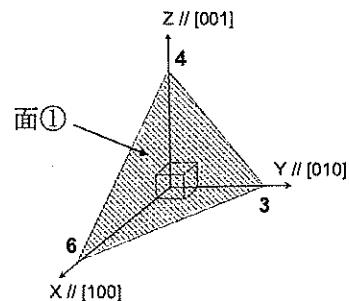

図1 単純立方晶系座標中の面①
問(1) 図1は単純立方晶の座標を表している。面①のミラー指数を求めなさい。
問(2) 図1中の面①とX-Y平面、および面①とY-Z平面との間のなす角をそれぞれ求めなさい。